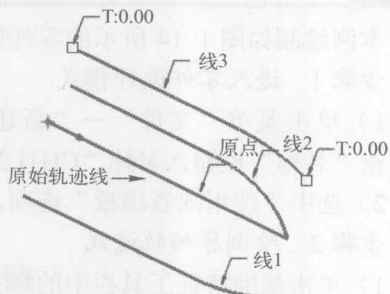

图 1-10
3) 如图 1-10 所示选择原始轨迹线, 并确定其起始点位置。
4) 按下 <Ctrl> 键, 选中建立的三条轮廓线, 如图 1-10 所示。